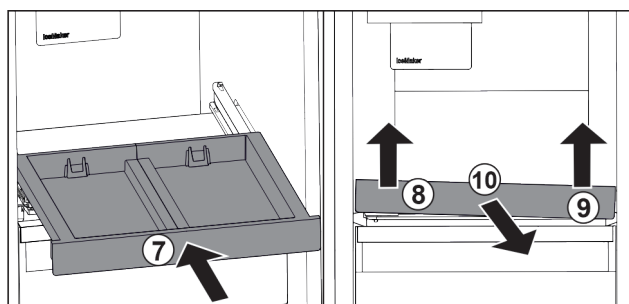

Fig. 86
- ▶ Wsunąć wysuwaną półkę. Fig. 86 (7)
- ▶ Unieść wysuwaną półkę z przodu po lewej. Fig. 86 (8)
- ▶ Unieść wysuwaną półkę z przodu po prawej. Fig. 86 (9)
- ▶ Wyjąć wysuwaną półkę do przodu. Fig. 86 (10)